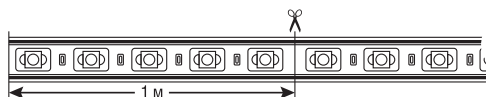
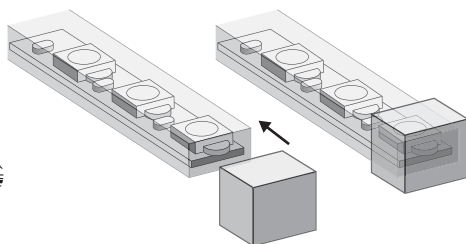

Рис. 2. Разрезание светодиодной ленты.
Рис. 3. Установка заглушки на светодиодную ленту.
- **Разрезание светодиодной ленты на участки.** Светодиодную ленту NLS-5050RGB-IP67-220V можно разрезать на участки, кратные одному сегменту, длина которого равна 1 м. Разрез необходимо производить строго посередине участка, соединяющего смежные сегменты, см. Рис.2. На окончания участков светодиодной ленты, к которым не планируется производить какие-либо подключения, необходимо установить заглушки NLSC-sip-5050-220 для ленты 5050-IP67-220, Рис.3. **Внимание!** При установке заглушки необходимо использовать герметик, чтобы обеспечить должную герметичность в месте соединения.